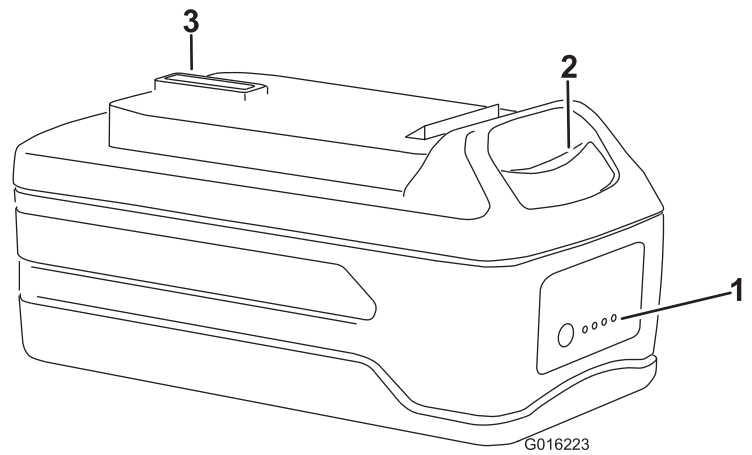
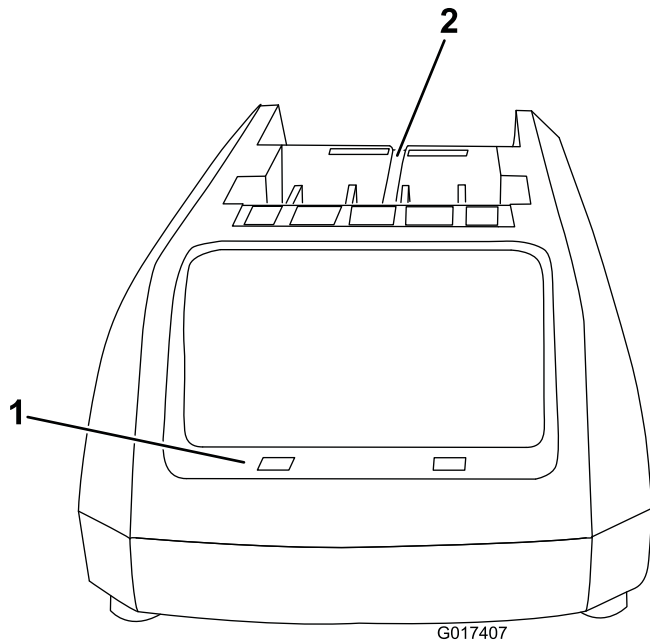

Figura 13
Figura 12
1. Ponga la batería boca abajo y alinee el terminal de la batería con la ranura del cargador (Figura 12 y Figura 13).